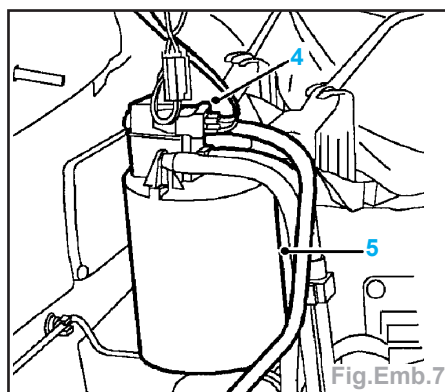

Fig.Emb.7
- Débrancher la fiche multibroches (4) de la boîte à charbon (5) (Fig.Emb.7).
- Dégager la boîte (5) et la mettre sur le côté.